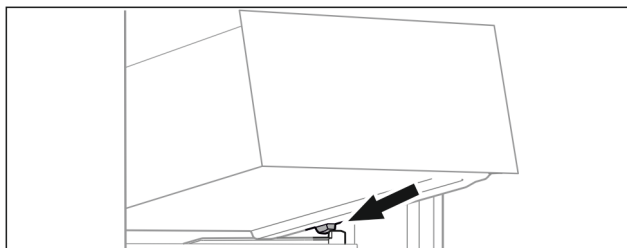

Fig. 97
- ▶ Nasadte zásuvku šikmo za zarážky na žebrování na nádoby. (viz Fig. 97)